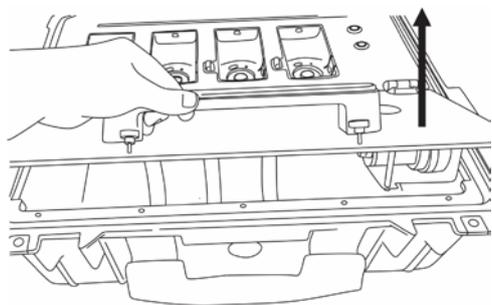

Fig.3
- Levantar la tapa para acceder al compartimiento del cilindro (Fig. 3 y 4).